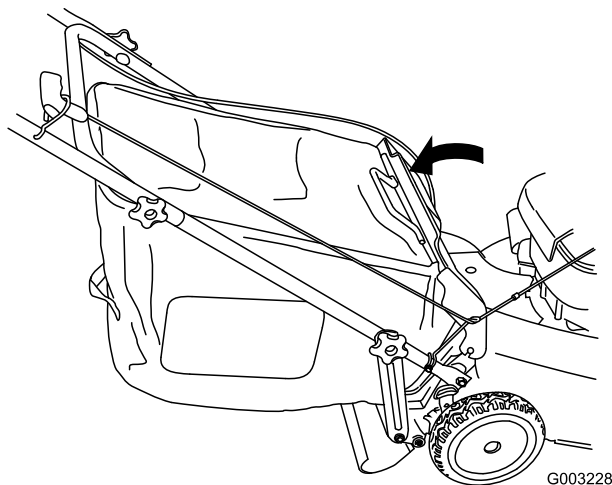

Figura 37
5. Baje la puerta trasera (Figura 37).